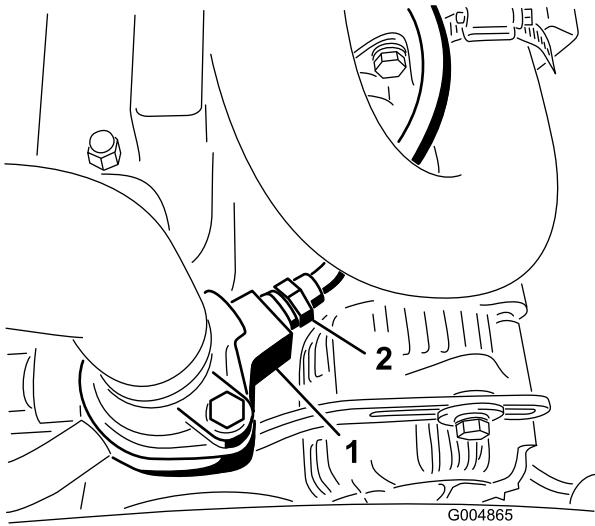

図 17
5. エンジンのサーモスタットハウジング右側のスイッチの配線を外してスイッチを取り外す図17。